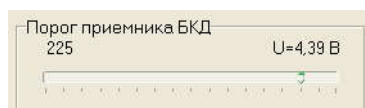
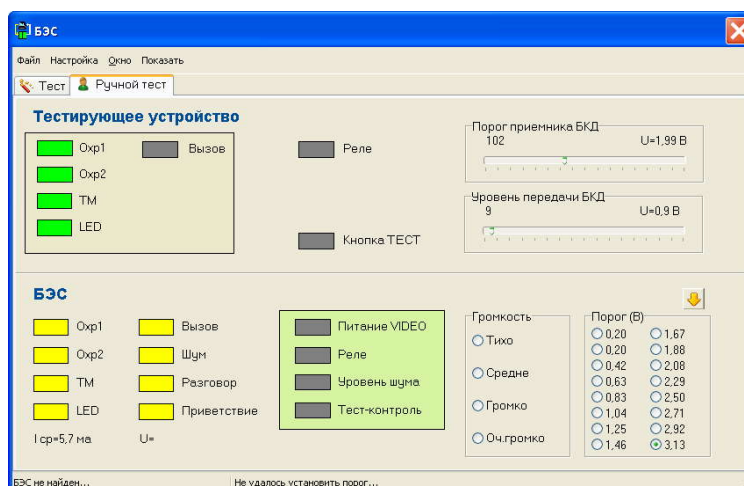

Рисунок 88 – Регулировка порога приемника Т-СЛДКС
Рисунок 89 – БЭС не отвечает по интерфейсу “SOS-95”
- 1.12.8. **Тест качества связи.** Для проверки приемника БЭС следует щелкнуть левой кнопкой мыши напротив значения **3,13** на панели **Порог**. На панели **Уровень передачи БКД** перемещать ползунок в сторону уменьшения значения. Если индикаторы на вкладке БЭС стали желтыми (рисунок 89), то это означает, что БЭС не отвечает. БЭС признается исправным, если он перестает отвечать после значения 10. Для проверки передатчика БЭС следует на панели **Порог приемника БКД** установить ползунок в значение 225, что соответствует напряжению 4,39 В (рисунок 88). В случае, если передатчик БЭС неисправен, то индикаторы на вкладке БЭС будут желтого цвета (рисунок 89)